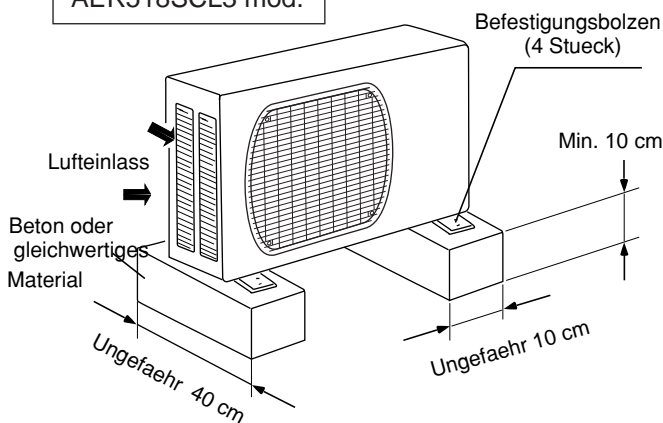

Abb. 5a
- Verwenden Sie eine feste Untelage (Betonblock, 10x40 cm Balken oder gleichwertige) mindestens 10 cm ueber den Boden, um die Feuchtigkeit zu verringern und das Geraet gegen moegliche Beschaedigungen und eine Verringerung der lebensdauer durch wasser zu schuetzen.(Abb.5a und 5b)